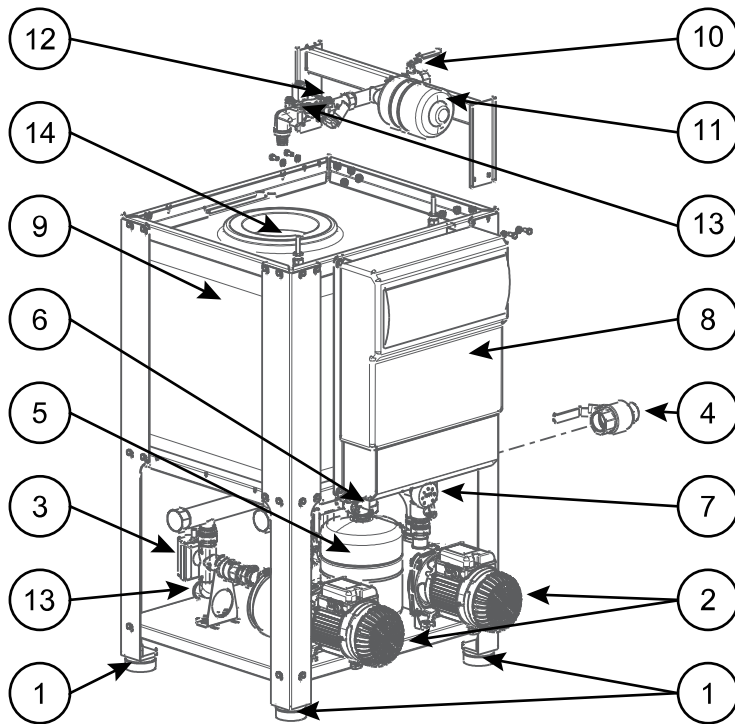
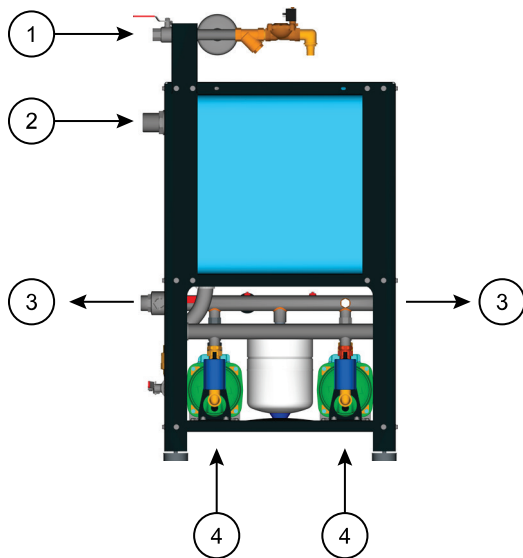

Abb.1
Abb. 3
AQUATWIN TOP wird an einem gut belüfteten, wettergeschützten Raum mit einer Umgebungstemperatur unter 40°C auf einer ebenen Fläche aufgestellt; gegebenenfalls mit den schwingungsdämpfenden Stellfüßen gerade ausrichten (Bez.1, Abb.1). Nachdem AQUATWIN TOP korrekt aufgestellt wurde, wird die Verbindung zwischen Wasserversorgungsnetz und Sperrventil mit einer 1 Zoll Leitung hergestellt (Bez.1, Abb.3).
**Die Saugleitungen** (Bez.4, Abb.3) mit den Ableitungen der Regenwasserzisternen verbinden, wobei besonders darauf zu achten ist, dass die Leitungen schräg zum Tank verlaufen, damit sich keine Luftlöcher bilden können (Schwanenhalsbögen vermeiden, die Leitungen dürfen auf keinen Fall oberhalb der Pumpen verlaufen); außerdem vermeiden, dass die Leitungen die Saugmündungen belasten. Das System so nahe wie möglich an der Regenwasserzisterne installieren. Die Leitungslänge soll dabei auf keinen Fall 20 Meter und die Saughöhe 3 Meter überschreiten. Falls Leitungslänge und Saughöhe größer sein sollten, muss eine weitere Pumpe in Serie mit der Systempumpe geschaltet werden, damit das Saugproblem des Systems gelöst wird. Der Ansaugpunkt muss immer die Ansaugung von sauberem Wasser gewährleisten. Einen Ansaug-Kit und Ventile mit Filtern verwenden, damit die Versorgung sichergestellt wird und keine Verunreinigungen eindringen, die Ventile oder innere Pumpenteile blockieren könnten. Die Leitungen, die eine oder zwei unabhängige Zisternen bedienen können, müssen einen kleineren Durchmesser haben, als die Saugmündungen (1"); obwohl das System mit Rückschlagventilen ausgestattet ist, empfiehlt es sich im Innern der Zisternen Fußventile anzuwenden. Falls die Saugleitung aus flexiblem Material ist, muss dieses verstärkt sein, damit Einschnürungen aufgrund des Ansaugvorgangs vermieden werden.
**Der Anschluss an das Netz** der Nebenverbraucher (Brauchwasser) kann an beiden Seiten des Vorlaufverteilers (Bez.3, Abb.3) mit einem biegsamen Rohr zu 1 1/2 Zoll erfolgen. Ein Ausdehnungsgefäß ist nicht erforderlich, weil AQUATWIN TOP bereits mit einem 8 Liter-Ausdehnungsgefäß ausgestattet ist.
**Den Überlauf** mit einer 2 Zoll Leitung anschließen (Bez.2, Abb.3). Die Leitung muss zu einem Sickerschaft führen, damit Überschwemmungen im Falle von Funktionsstörungen oder Überläufen vermieden werden.